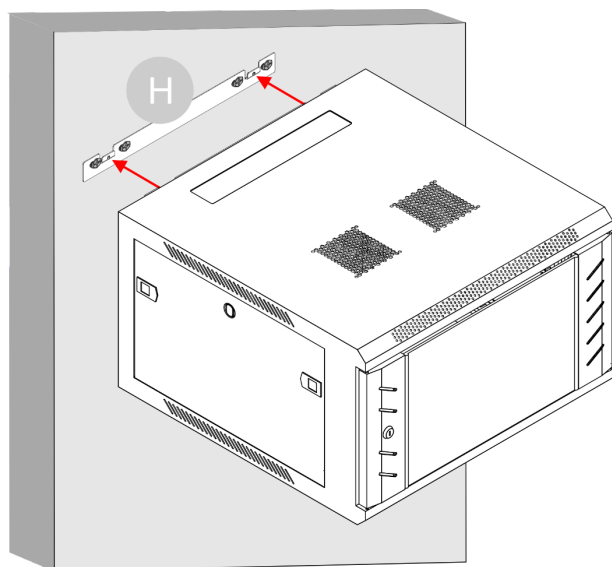
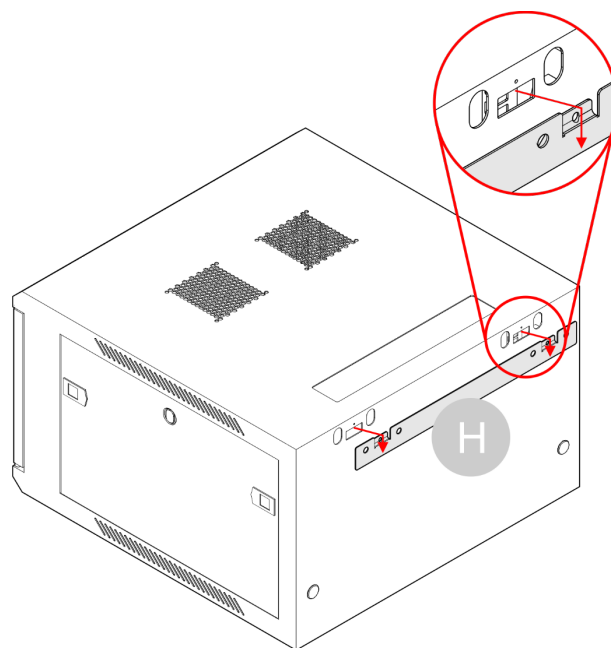

Fig. 20
Fig. 21
- 07) Appendere l'armadio alla **staffa a parete (H)**, come illustrato nella Fig. 20 e nella Fig. 21.